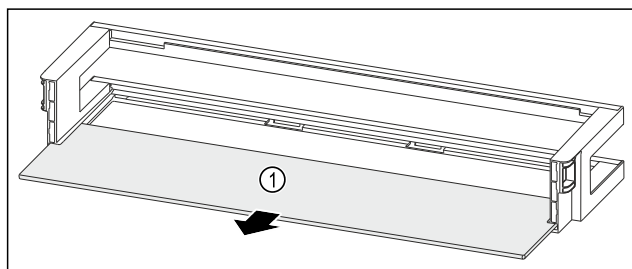

Fig. 194 Balconcino controporta con ripiano
- ▶ Rimuovere il ripiano Fig. 194 (1).